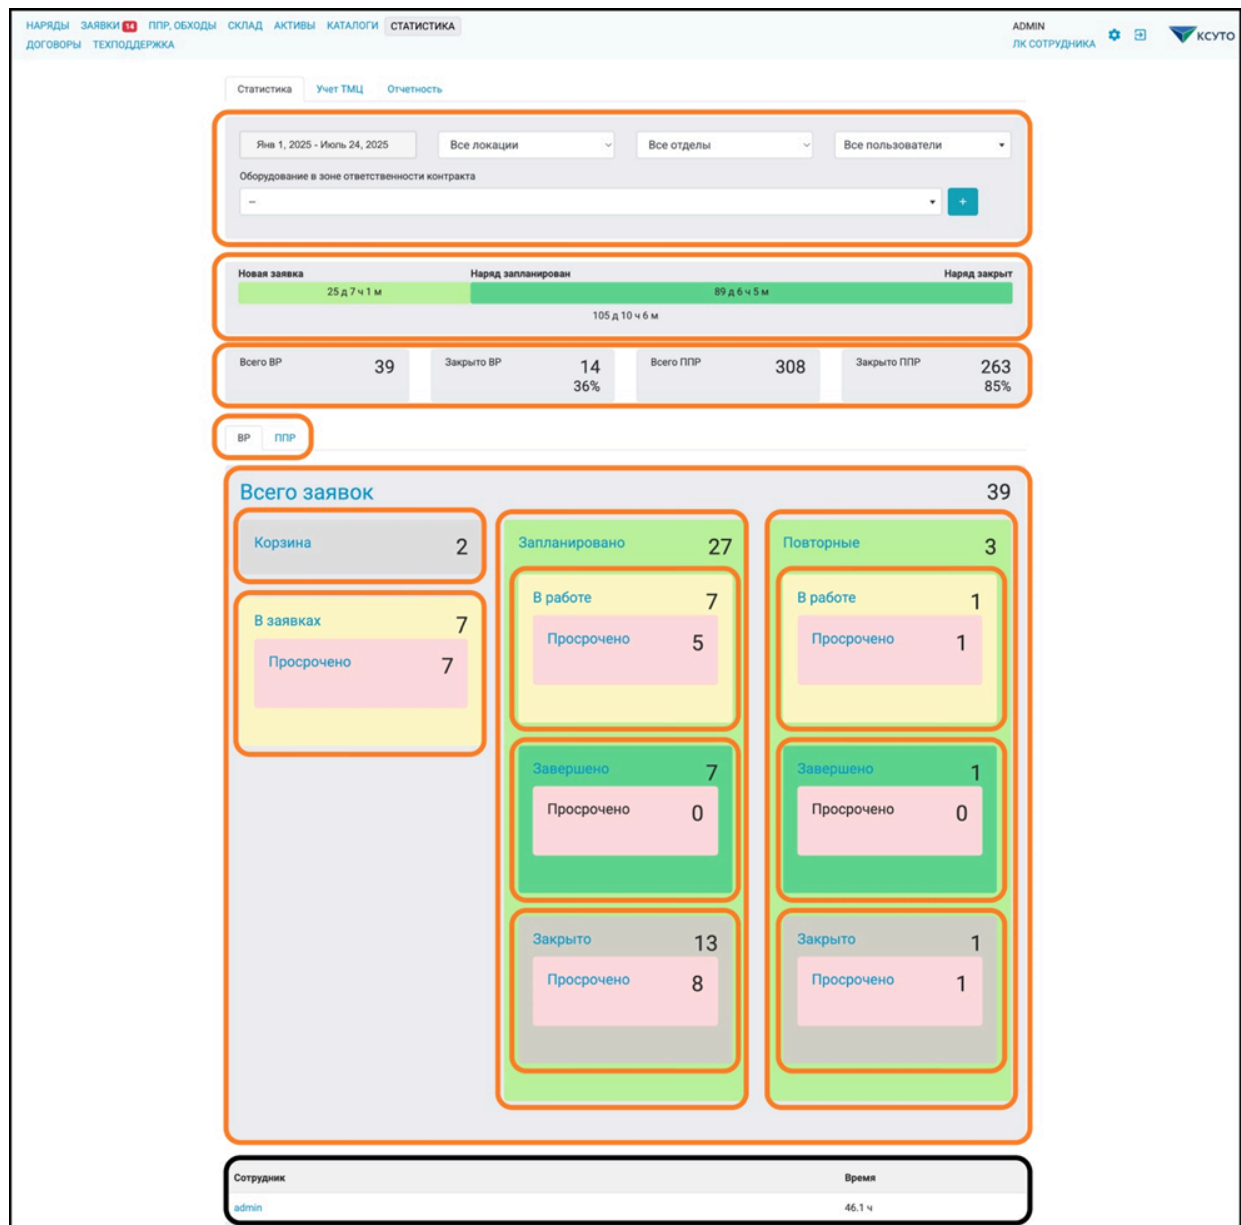

Рис.35 Статистика, Техобслуживание
- 9.1. Во вкладке «Техобслуживание» динамически аккумулируются следующие статистические данные (показатели) по внеплановым работам (ВР) и планово-предупредительным работам (ППР), отображаются во вкладках соответствующе (рис.35):